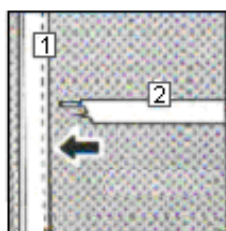
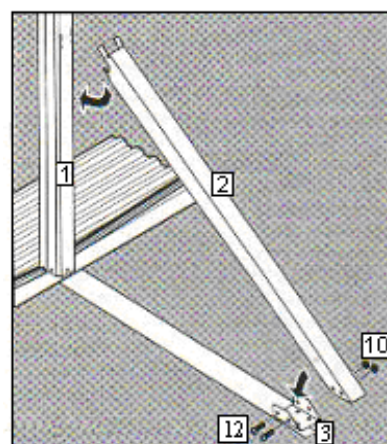

fig. 6
fig. 9
- a. Collocare il supporto (2) in posizione quasi orizzontale ed inserire i quattro orli che ci sono nell'estremo del supporto nelle scanalature della colonna verticale (1) – (figs. 6, 7 y 8).
- b. Spingere il supporto (2) verso in avanti fino a che i quattro bordini (orli) si vedano dall'interno della colonna verticale (1); allo stesso tempo, muovere l'estremo inferiore del supporto verso la placca angolo (3) situato nel tensore della base. Incassare la placca angolo (3) dentro il supporto (2).
- c. Avvitare il supporto (2) alla placca inferiore (3) mediante due viti (12) ed i suoi corrispondenti dadi (11). Non stringere troppo, ma solo il necessario per assicurarsi un incasso sicuro (fig. 9).